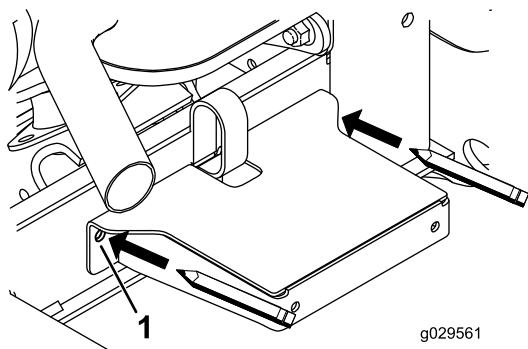

図 34
8. フレームマウントを型紙として、フレーム材にフェンダ取り付け用の穴2個の位置をマーキングする 図 34。